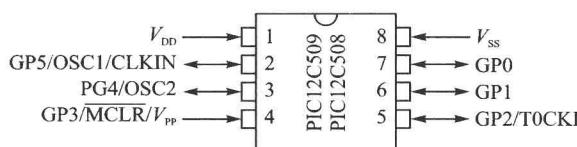

图 1-1 PIC12C508 单片机的引脚
① PIC 最大的特点是不搞单纯的功能堆积，而是从实际出发，重视产品的性能与价格比，靠发展多种型号来满足不同层次的应用要求。就实际而言，不同的应用对单片机功能和资源的需求也是不同的。比如，一个摩托车的点火器需要 I/O 口少、RAM 及程序存储空间不大、可靠性较高的小型单片机，若采用 40 引脚且功能强大的单片机，投资大不说，使用起来也不方便。PIC 系列从低到高有几十个型号，可以满足各种需要。其中，PIC12C508 单片机仅有 8 个引脚，如图 1-1 所示。